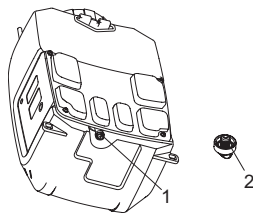

Figura 15
4. Desenrosque a tampa vermelha para abrir o orifício de entrada de água e em seguida conecte o orifício em uma torneira ou mangueira. Certifique-se de que o anel de vedação encontra-se dentro da tampa vermelha. Consulte a Figura 15.